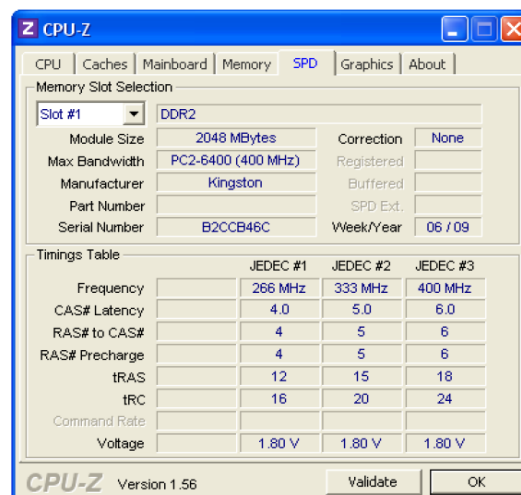

Figura 3. Características de los módulos de memoria proporcionadas por el fabricante
- Desde los datos proporcionados por la hoja de especificaciones de los módulos (archivo KVR800D2N6_2G.pdf) y el programa CPU-Z (Figuras 3 y 4) rellénese la siguiente tabla. Recuérdese que la figura 3 muestra **información solo de un slot, pero existe un segundo** con idénticas características.
Frecuencia de reloj máxima a la que pueden trabajar los buses externo de los módulos de memoria	400MHz (Segons Figura 3)
Frecuencia de reloj a la que trabajan los buses externos de los módulos en el equipo del laboratorio	Els tres busos externs treballen a les següents velocitats: 266MHz, 333MHz i 400MHz (Segons Figura 3)